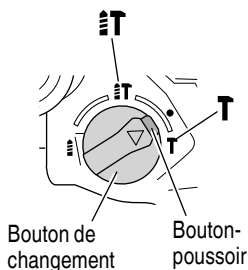

Fig. 24
- (1) Installer la pointe de broyage ou le burin.
- (2) Appuyer sur le bouton-poussoir et placer le bouton de changement au milieu du repère **T** et du repère **T** (Fig. 24).